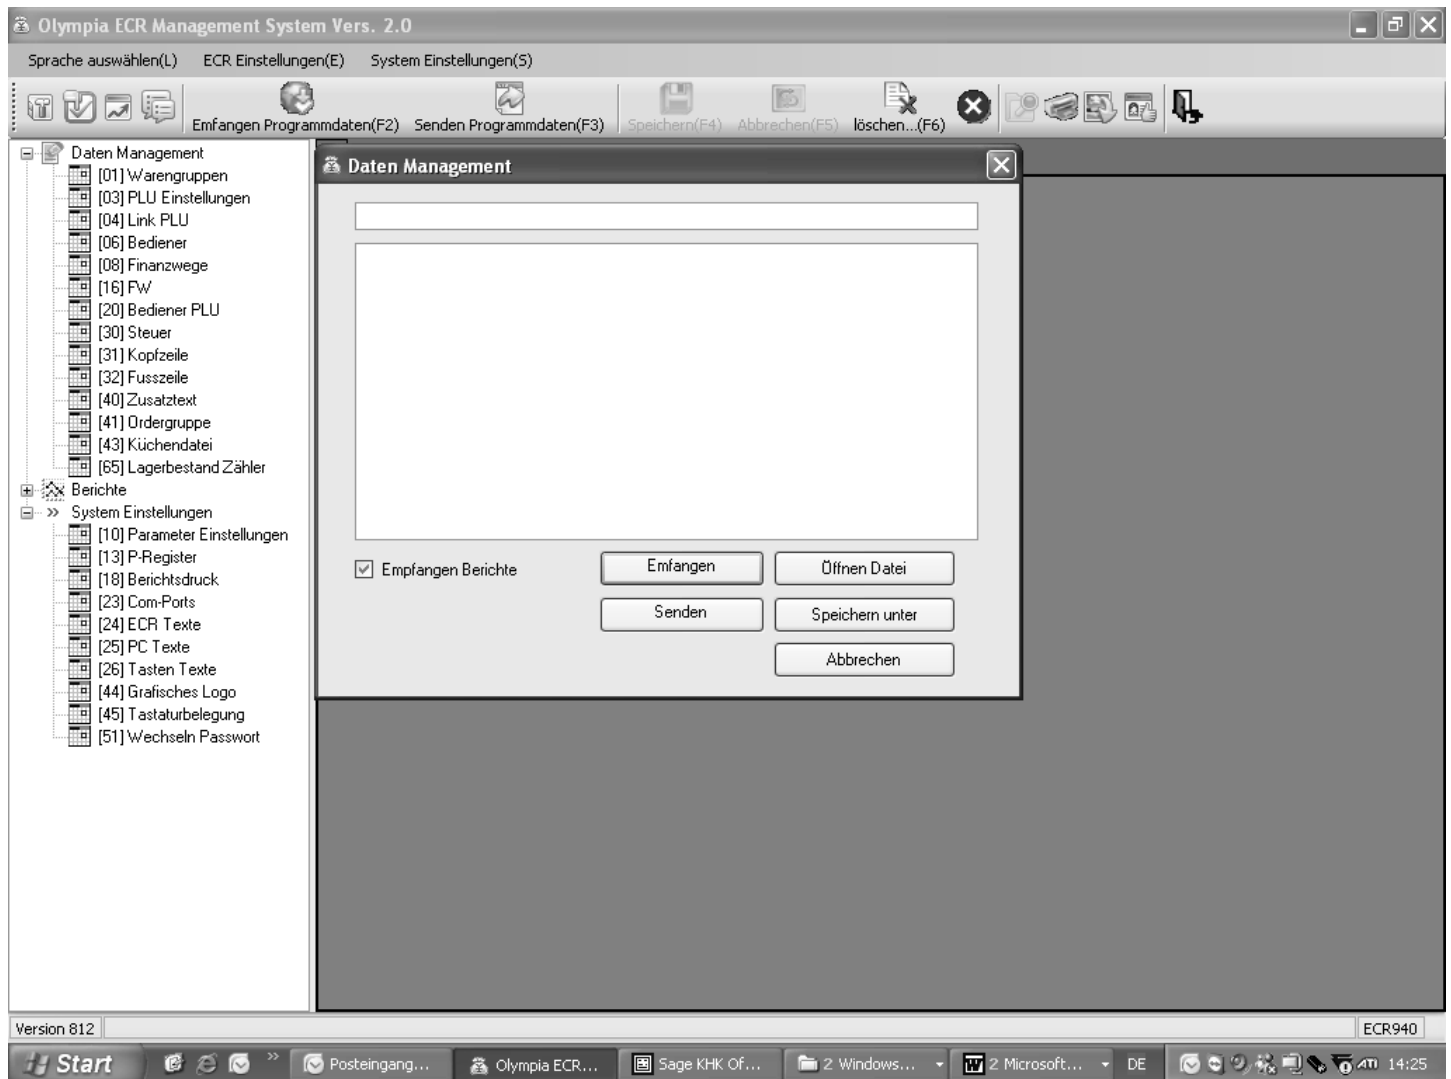

Abb. 12
3. Klicken Sie den Button **[Senden]** (siehe Abb. 12).
3. Klicken Sie auf den Button **[Empfangen]** (siehe Abb. 12).